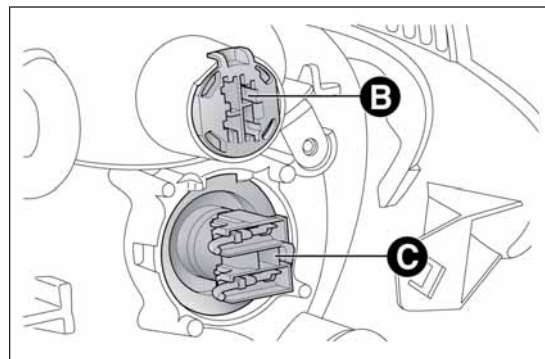

РИС. 134
- выньте патрон В РИС. 134, выньте лампу и замените;
- выньте патрон С РИС. 134, выньте лампу и замените;